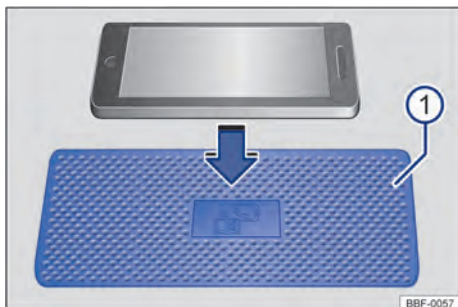

Fig. 104 Porta-objetos com esteira para a função de carga sem fio. O símbolo no tapete de revestimento pode ter uma aparência diferente em alguns veículos.
Dependendo da versão do veículo, a área de carregamento → **Fig. 104** **①** para a função de carregamento sem fio está localizada no centro do console central ou no compartimento de armazenamento na área entre os bancos da frente.